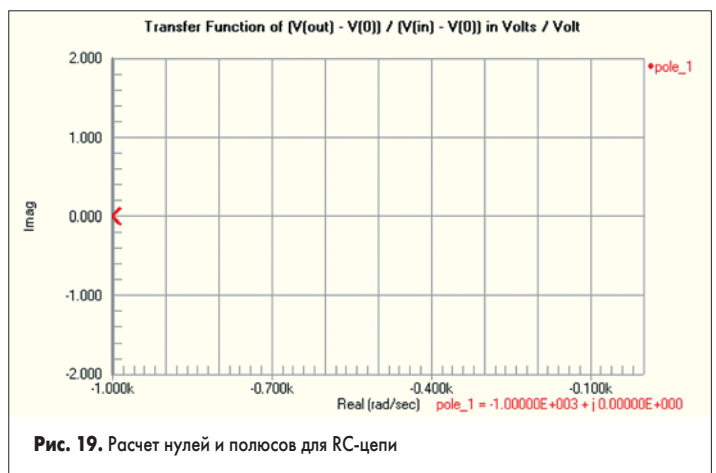

Рис. 19. Расчет нулей и полюсов для RC-цепи
9. Щелкнем левой кнопкой мыши на имени единственного найденного полюса. В правом нижнем углу будет показано его точное численное значение в комплексном виде $-10^3 + j0$ (рис. 19).